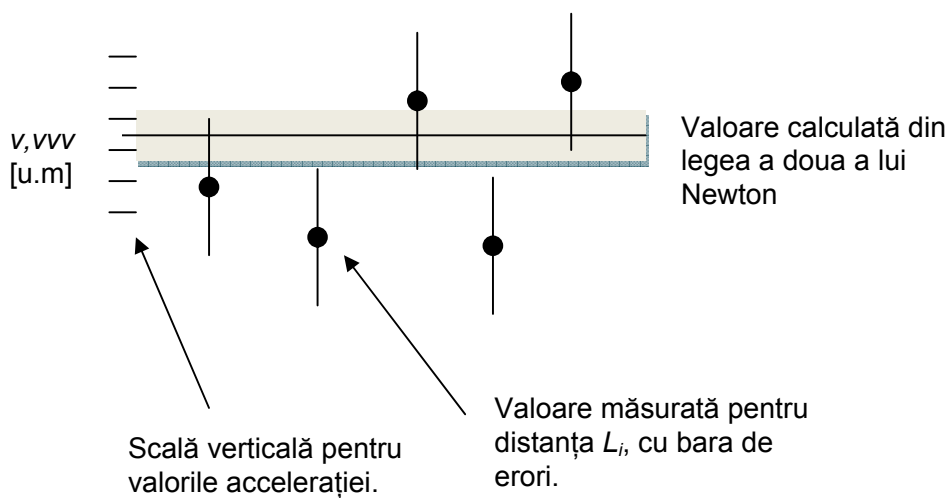

Figura 2. Prezentarea grafică a rezultatelor.
- Pentru analiza rezultatelor măsurătorilor, reprezentați pe un grafic de forma celui din Figura 2, valorile măsurate. Grosimea benzii colorate indică eroarea valorii accelerației calculate cu formula 5.